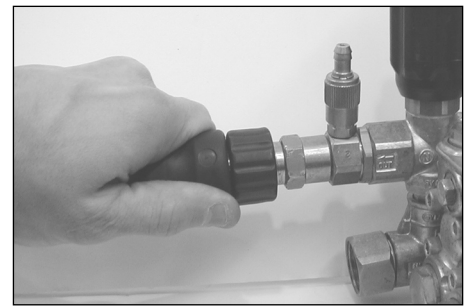

Figure 5 - Connectez le boyau haute pression à la pompe
5. Connectez le flexible haute pression à la sortie de la pompe (voir la figure 5).